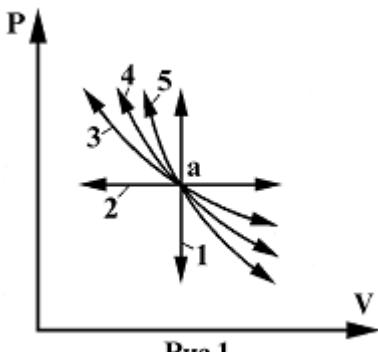

Рис.1
1. Соотношение параметров для термодинамического газового процесса, показанного на рис. 1 цифрой 3.
2. Соотношение параметров для термодинамического газового процесса, показанного на рис. 1 цифрой 4.
3. Соотношение параметров для термодинамического газового процесса, показанного на рис. 1 цифрой 5.
4. Соотношение параметров для термодинамического газового процесса, показанного на рис. 1 цифрой 2.
5. Соотношение параметров для термодинамического газового процесса, показанного на рис. 1 цифрой 1.
6. В каком из газовых процессов, показанных на рис. 1, показатель политропы равен 0?
7. В каком из газовых процессов, показанных на рис. 1, показатель политропы равен ∞ ?
8. В каком из газовых процессов, показанных на рис. 1, показатель политропы равен $1 < n < K$?
9. В каком из газовых процессов, показанных на рис. 1, показатель политропы $n = K$?
10. В каком из газовых процессов, показанных на рис. 1, показатель политропы равен 1?
11. Чему равен показатель политропы для газового процесса, обозначенного на рис. 1 цифрой 5?